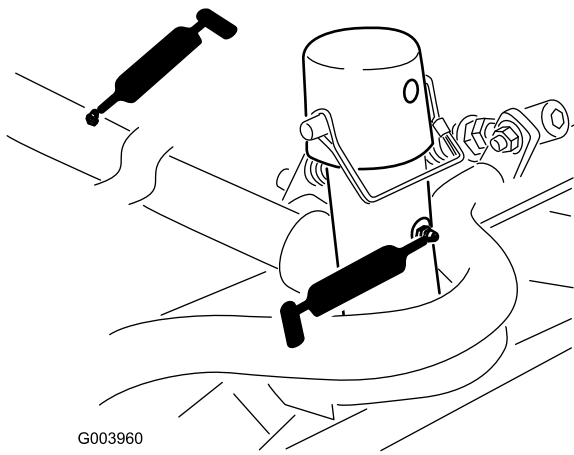

図 103
- キャリアフレームとピボット各カッティングユニットで2ヶ所 図 103